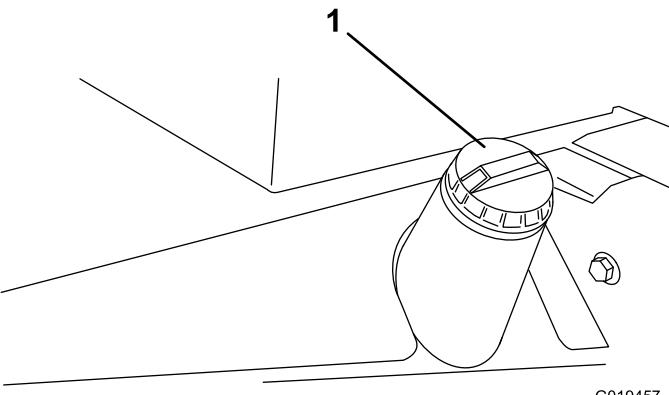

Figura 33
3. Retire a tampa do depósito de combustível (**Figura 33**).